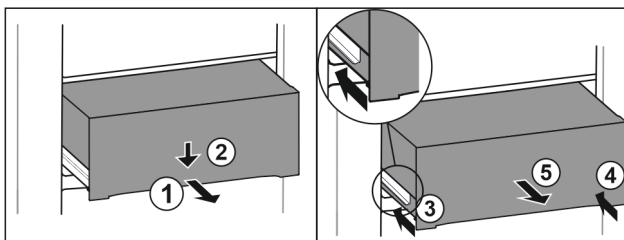

Fig. 90
- ▶ Tirer le tiroir jusqu'à mi-chemin. Fig. 90 (1)
- ▶ Appuyer sur l'avant du tiroir vers le bas. Fig. 90 (2)
- ▶ Insérer le rail gauche d'env. 2 cm. Fig. 90 (3)
- ▶ Insérer le rail droit d'env. 2 cm. Fig. 90 (4)
- ▶ Retirer le tiroir par l'avant. Fig. 90 (5)